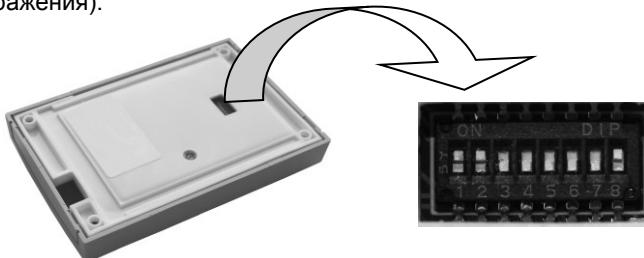

Рисунок 22 – DIP-переключатели контроллера
DIP-переключатели 7 и 8 (см. рисунок 22, увеличенная часть изображения) используются для включения инверсии управляющих выходов контроллера. Чтобы управляющий выход на контакте 8 (10) разъема X3 (см. рисунок 6) контроллера сделать инверсным, переключатель 7 (8) (см. рисунок 22) необходимо установить в положение «OFF».